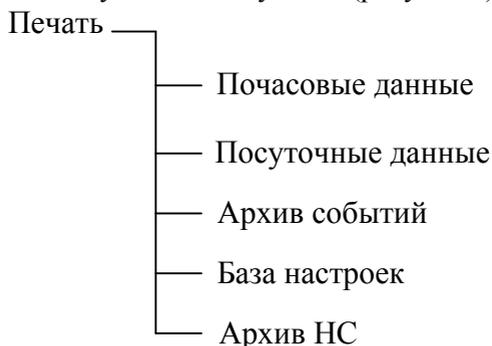

Рисунок 3
2.5.8 Пункт «**Печать**» предназначен для вывода данных на устройство печати и состоит из следующих подпунктов (рисунок 3).